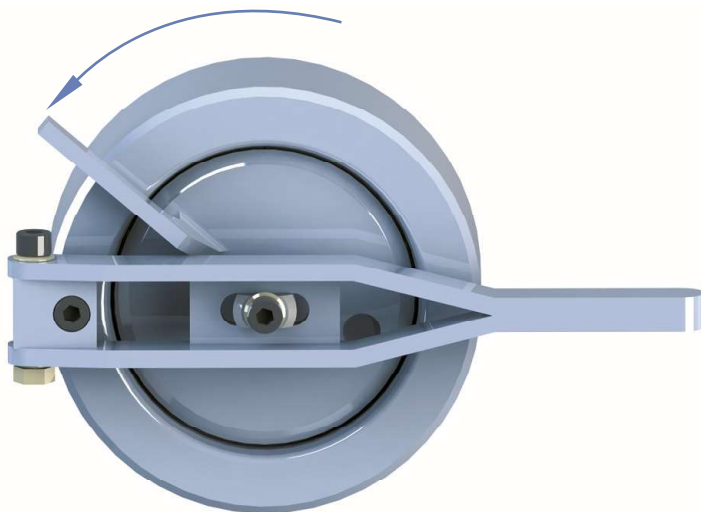

Fig. 5
b. Utilizando la palanca del sistema de apertura **girar el disco en sentido antihorario**. Ver fig. 5.